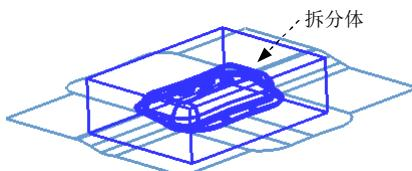
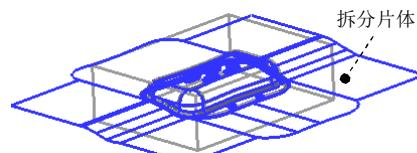

图 1.42 定义拆分体
图 1.43 定义拆分片体
Step3. 拆分型芯/型腔。选择下拉菜单 **插入(S)** → **修剪(T)** → **拆分体(P)...** 命令，系统弹出“拆分体”对话框（一）；选取如图 1.42 所示的工件为拆分体，单击鼠标中键，然后选取如图 1.43 所示的片体为拆分面；单击 **确定** 按钮，完成型芯/型腔的拆分操作；在拆分面上右击，在系统弹出的快捷菜单中选择 **隐藏(H)** 命令。